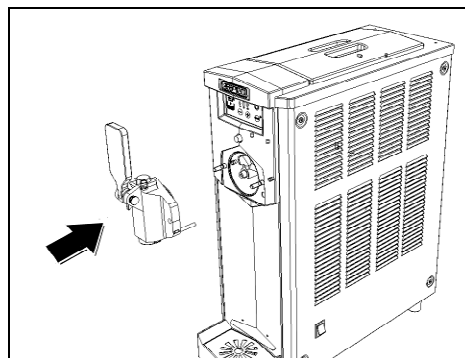

Fig. 31
- Rimontare la flangia facendo in modo che il perno di centraggio vada ad accoppiarsi alla sua sede (fig.31).